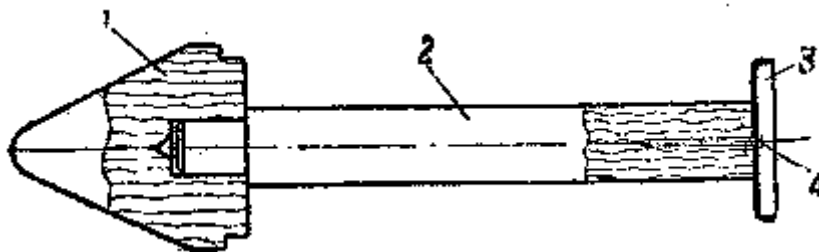

Рис. 3. Катушка;
**Катушка** (рис. 3) состоит из деревянного стержня, на один конец которого запрессована при помощи клея деревянная головка, а к торцу другого конца прибита металлическая шайба.